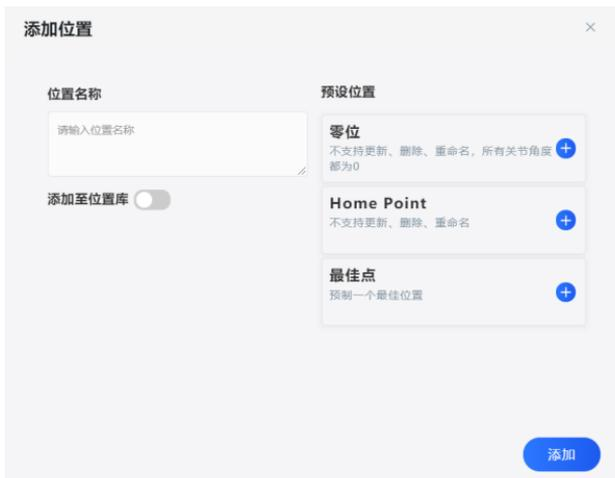

图 3.6 添加位置对话框
- 时间轴编辑器内编辑区的添加动作块按钮⁺，选择位置⁺，在打开的添加位置对话框（如图3.6所示）中输入位置名称，点击添加按钮，即可将机器人当前位置保存在一个新的位置动作块⁵。